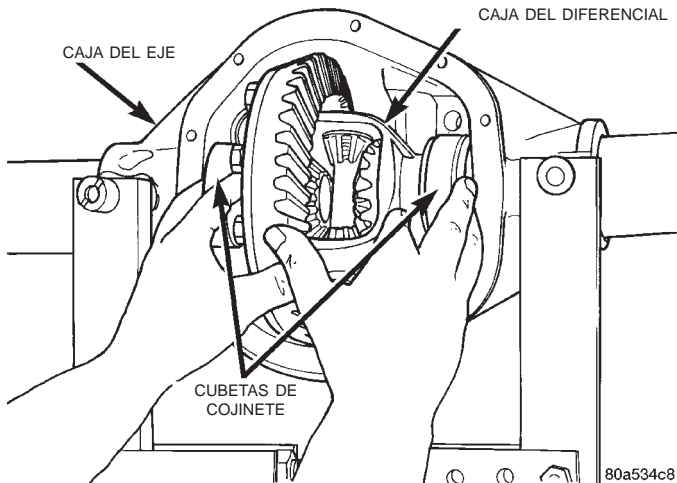

Fig. 35 Desmontaje de la caja del diferencial
(10) Retire el indicador de cuadrante.
(11) Mientras sujeta la caja del diferencial en su sitio, retire los pernos de las tapas de cojinete del diferencial y las tapas.
(12) Retire el diferencial del cárter. Asegúrese de que las cubetas de cojinete se mantengan en posición sobre los cojinetes del diferencial (Fig. 35).